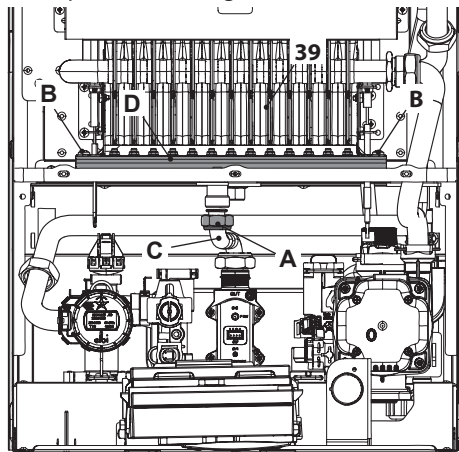

Figura 8.1
- Desensrosque la tuerca loca "A" y los tornillos "B" (Figura 8.1).
- Extraiga por delante el colector de gas "D" del quemador 39 (Figura 8.1).
- Realice el cambio de tipo de gas sustituyendo correctamente los inyectores más las juntas del colector de gas "D" (Figura 8.1).
- Vuelva a montar el colector de gas en el quemador 39 en la Figura 8.1 fijándolo con los tornillos "B".
- Vuelva a enroscar la tuerca loca "A" intercalando entre el colector "D" y el tubo "C" (Figura 8.1) la junta plana.